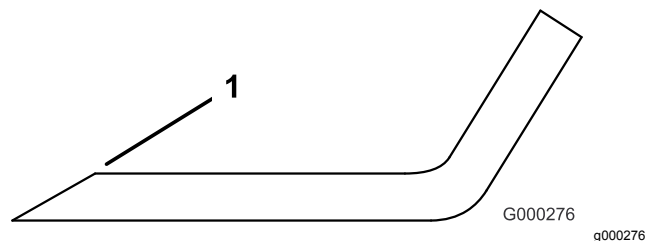

**Figura 30**
2. Verificate accuratamente i taglienti, con particolare attenzione ai punti d'incontro delle sezioni piatta e curva della lama (Figura 30).
**Nota:** Sabbia e materiali abrasivi possono consumare il metallo che connette le sezioni piatta e curva della lama, per cui si consiglia di controllare la lama prima di usare il tosaerba. Se notate dell'usura (Figura 30), sostituite la lama.